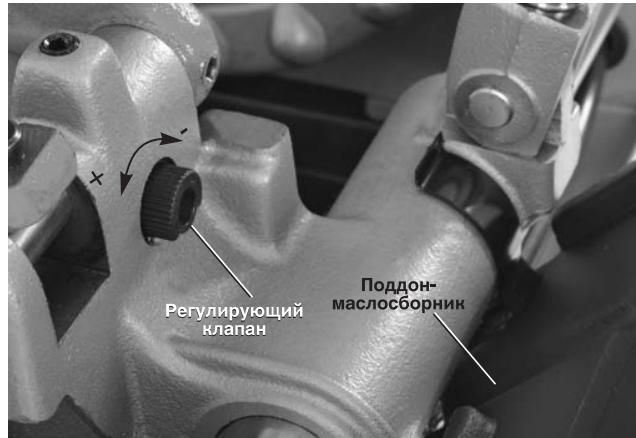

Рис. 5 – Регулировка потока масла
- 11. Проверьте уровень масла для резьбонарезки RIDGID. Снимите лоток для стружки и вкладыш масляного поддона; проверьте, что сетчатый фильтр в сборе полностью погружен в масло. См. раздел «Техническое обслуживание системы смазки». Если станок оснащен поддоном-маслосборником, проверьте, что он установлен правильно и направляет масло, стекающее с резьбонарезной головки в лоток для стружки (см. Рис. 5).
- Установите резьбонарезную головку в положение использования. Нажмите и удерживайте педальный выключатель. Проверьте поток масла через резьбонарезную головку. Снимите ногу с педального выключателя. Поток масла можно регулировать с помощью регулирующего клапана на каретке (см. Рис. 5). При повороте по часовой стрелке поток уменьшается, а при повороте против часовой стрелки поток увеличивается. Не выполняйте регулировку во время работы станка.